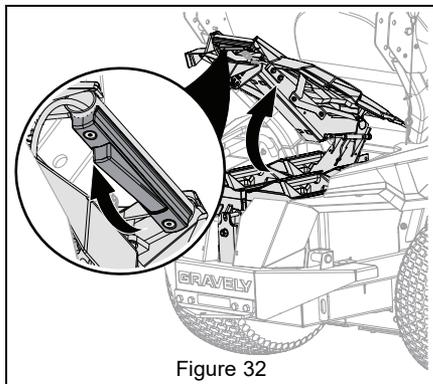

Figure 32
2. Ouvrir l'ensemble de capot. Voir Figure 32.